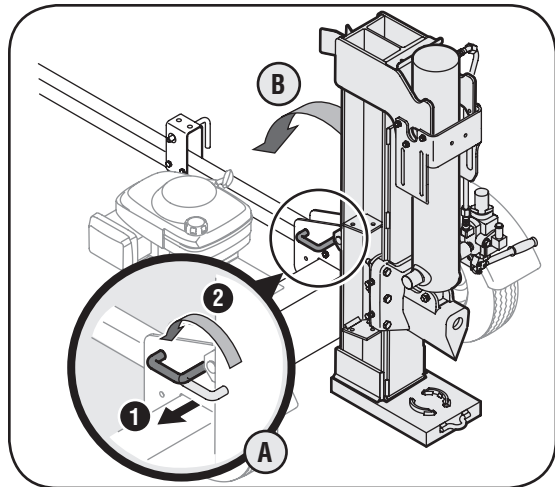

Figura 3-3
1. Tire hacia afuera del bloqueo de vigüeta vertical, rótelo hacia atrás y gire la vigüeta a la posición horizontal hasta que quede trabada. Vea la Figura 3-3.